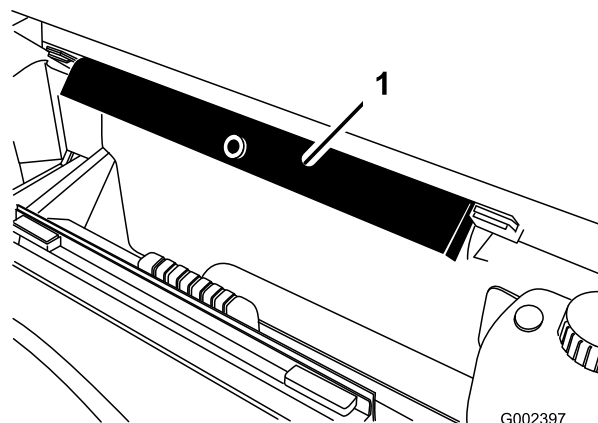

Figura 33
2. Staccate il supporto del pianale dalle staffe su cui è riposto, sulla parte posteriore del pannello del sistema ROPS (Figura 33).